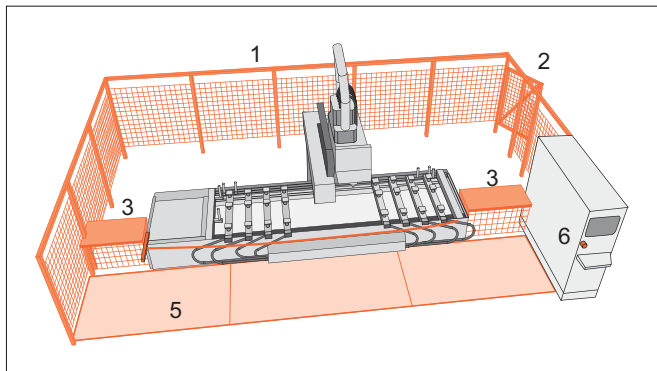
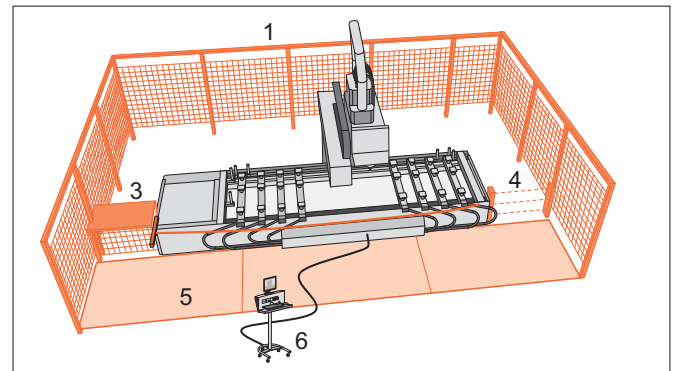

Bild 6: Lösung mit Schalmatten und zwei festen Schutzeinrichtungen (3)
Bild 7: Lösung mit Schalmatten und mehrstrahliger Lichtschranke (4)
z. B. siehe Bild 6, Pos. 2 oder Bild 7, Pos. 4